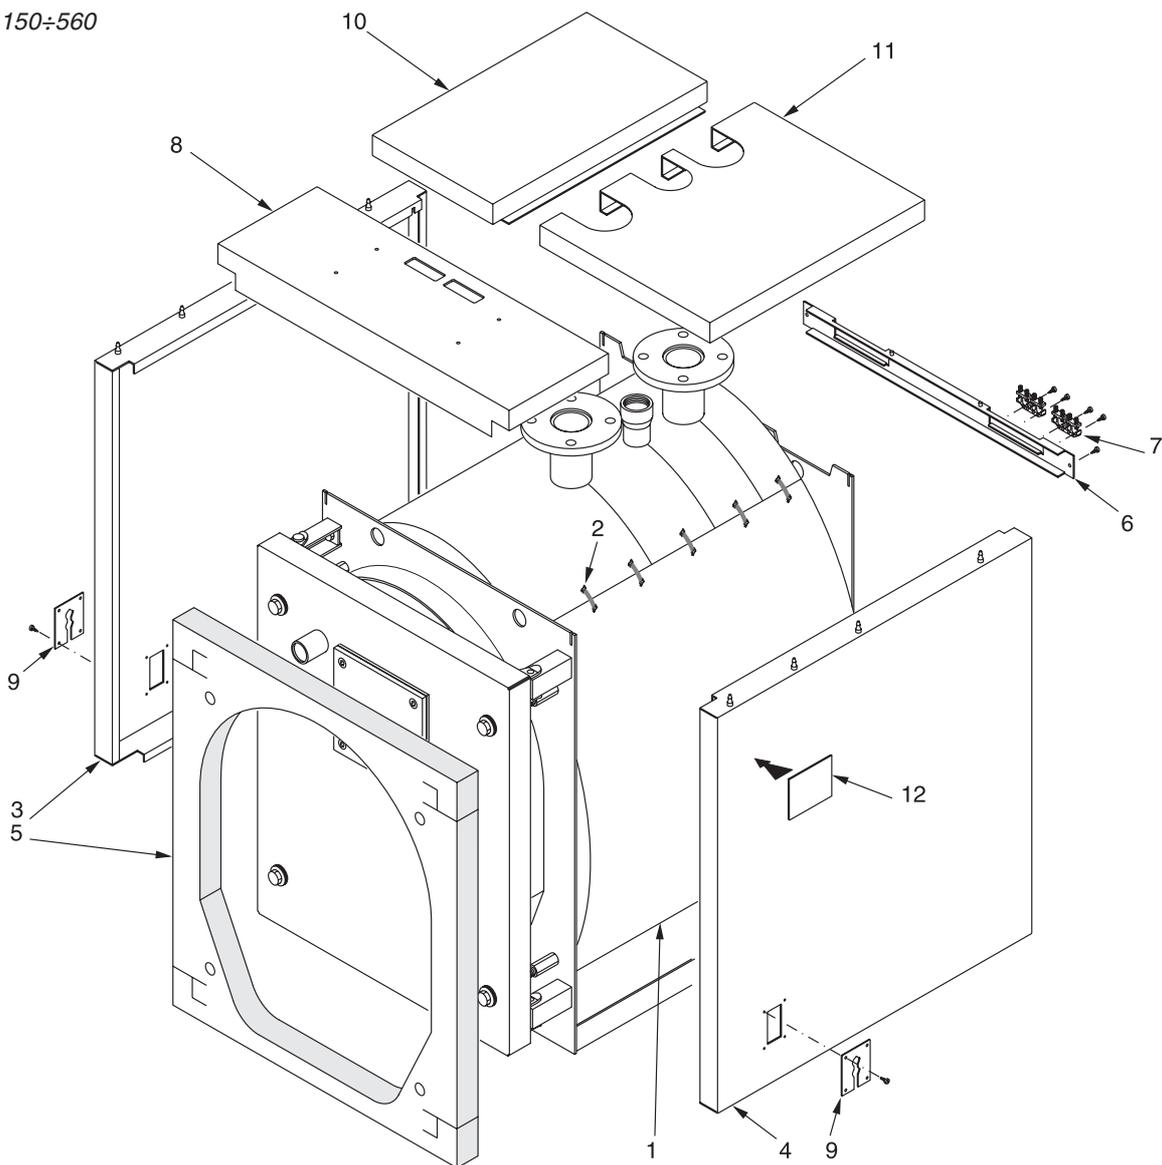
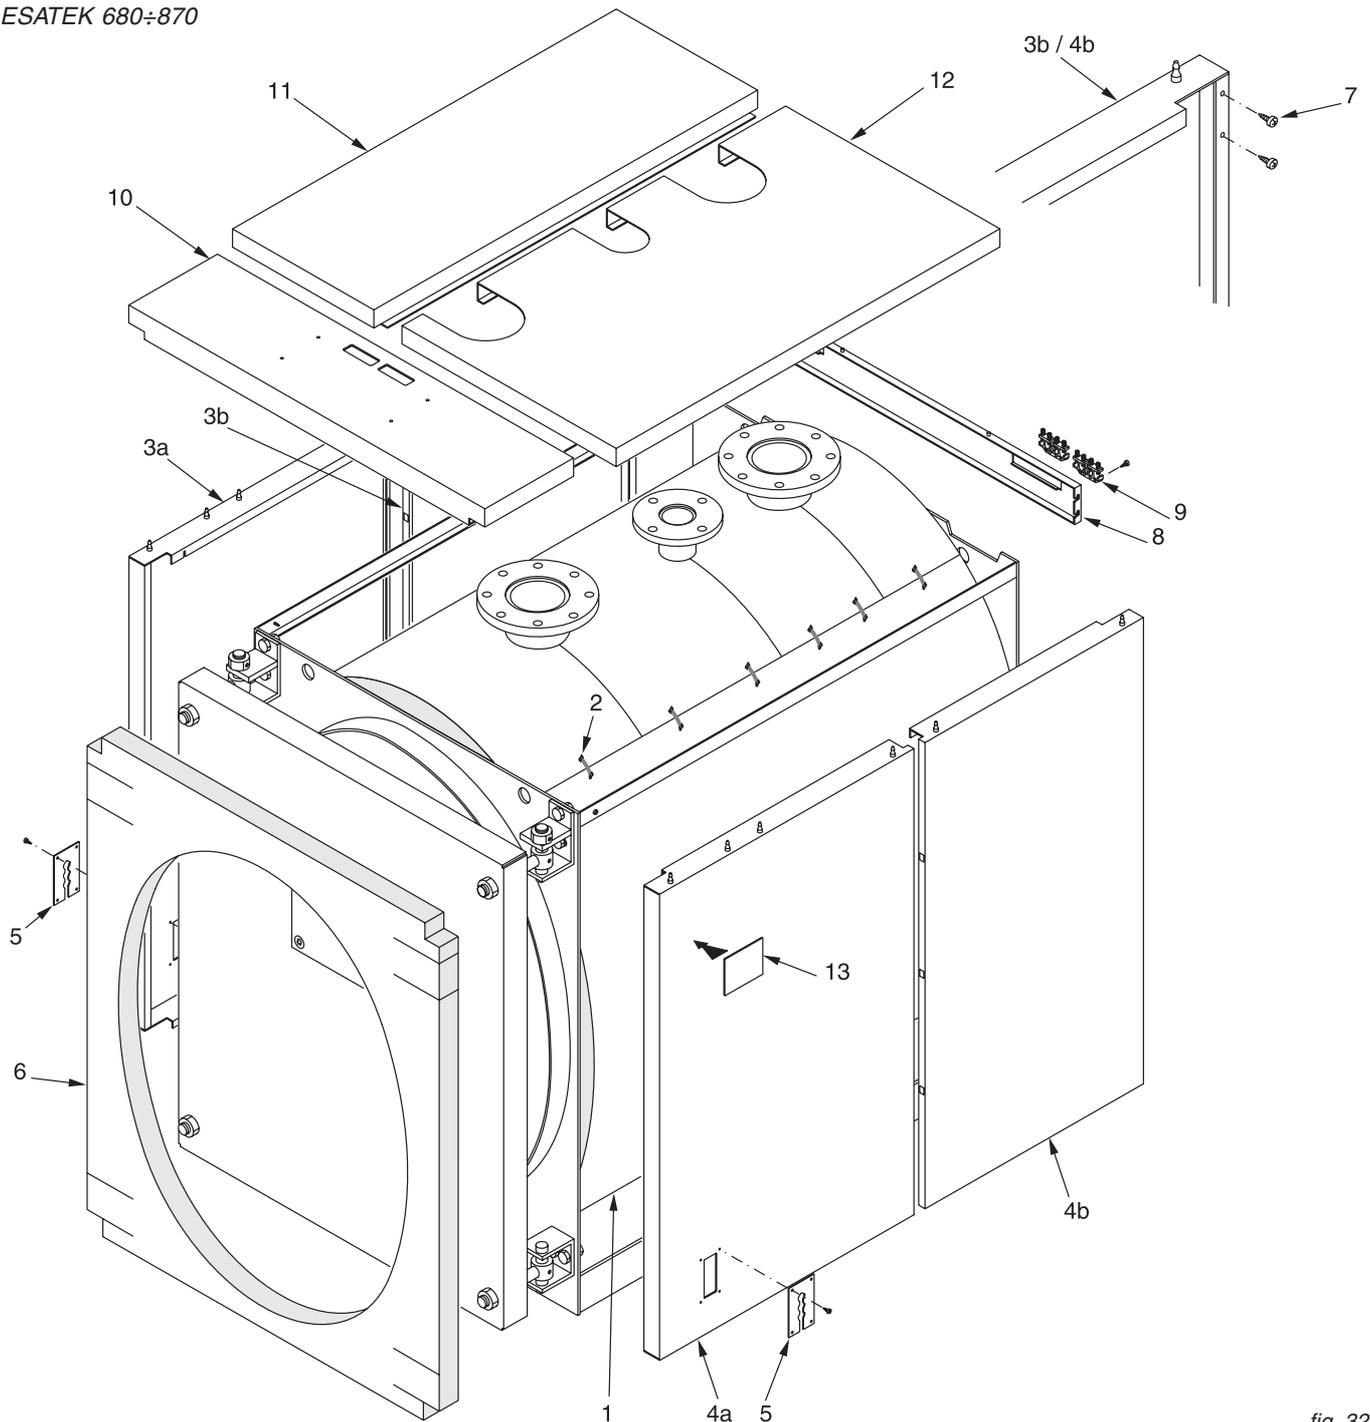

fig. 30
fig. 32
**N.B.** Per i modello **ESATEK 560** (rif. fig. 30 e 31), per i modelli compresi tra **ESATEK 680** e **ESATEK 870** (rif. fig. 32 e 31) e per i modelli compresi tra **ESATEK 1000** e **ESATEK 2000** (rif. fig. 33 e 36), il mantello e l'isolamento sono contenuti in 3 imballi marcati:
### Sequenza di montaggio (Rif. fig. 30)
### Sequenza di montaggio (Rif. fig. 32)